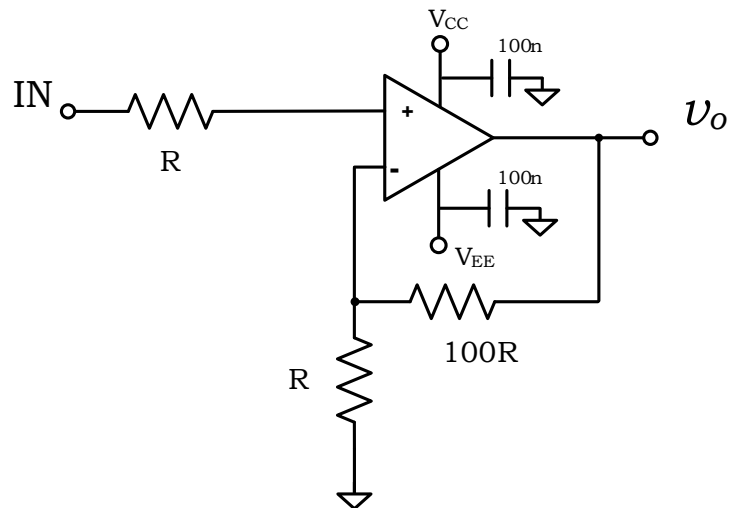

Figura 1 – Amplificador no inversor
- Resistencias de tolerancia 1 % para el amplificador no inversor de la figura 1 de ganancia cercana a 100.